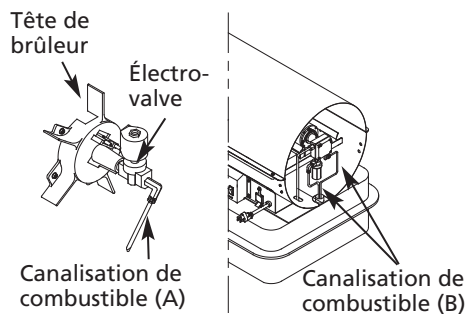

Figure 16 - Serrer la canalisation de combustible
- Utiliser une clé de 1/4 po et serrer la canalisation de combustible (A) au niveau de l'électro-valve et de la pompe (voir la Figure 16).